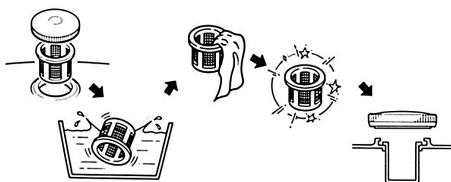

Рис. 21 Обслуживание фильтра топливного бака
Топливный фильтр (2), установленный в горловине бака, проверяйте при каждой заправке бака топливом. При необходимости вынимайте сетчатый фильтр из бака и производите его очистку (Рис. 21). Регулярно проверяйте целостность сетчатого фильтра, при обнаружении механических повреждений замените сетчатый фильтр.